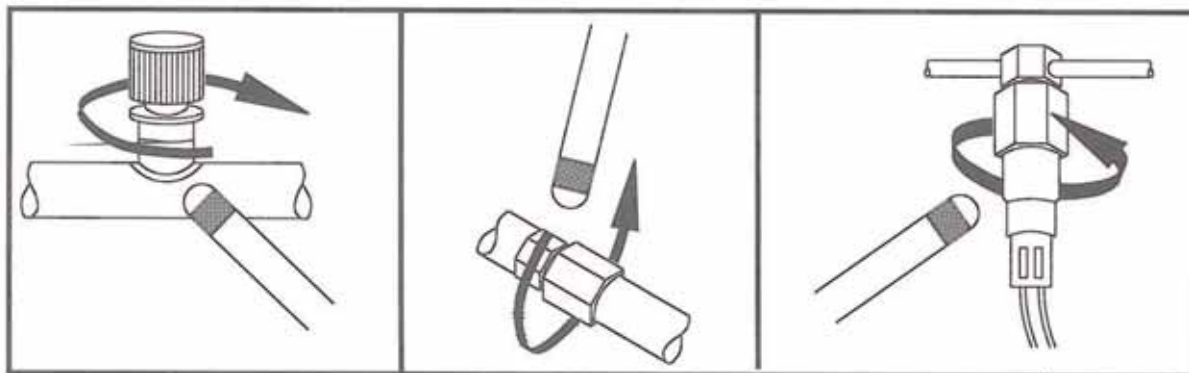

Fig. 7
5. Al fine di ottenere un'ispezione accurata, l'elemento sensibile non dovrebbe superare la velocità di movimento di 25-50mm al secondo e una distanza dalla superficie di 5mm. Un movimento lento e ravvicinato migliora notevolmente la possibilità di trovare anche le perdite più piccole. Fig. 7 L'aumento della frequenza dei segnali acustici, indica la presenza di una perdita.